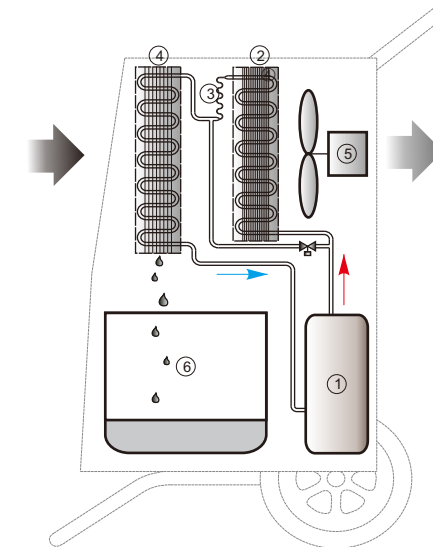

Abb. 1
(siehe Abb. 1) Das Design der MDR-Luftentfeuchter basiert auf dem Kühlmittelkreislauf. Innerhalb des hermetischen Systems pumpt und verdichtet der Kompressor (①) Kühlmittel zu Gas von hoher Temperatur und leitet es weiter an den Kondensator (②).